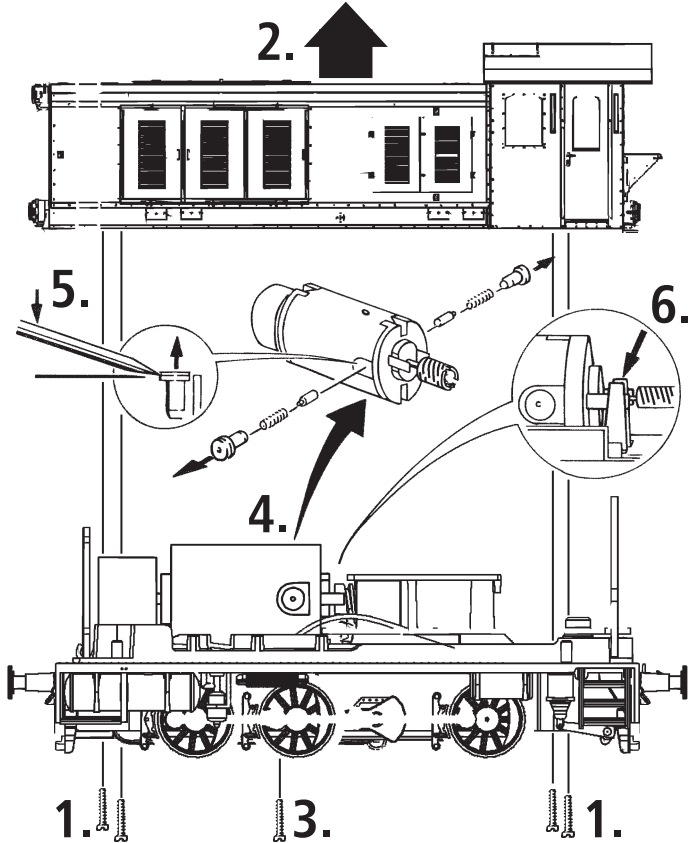

Fig. 8
Schleiferwechsel: siehe Fig. 8
A.C. pick up: see fig. 8
voir fig. 8